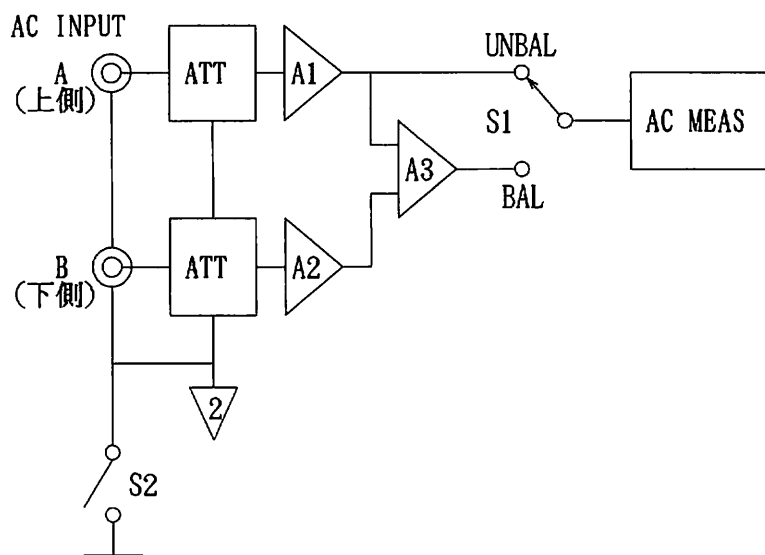

図10-1 入力部の選択
F3=UNBALを選択すると図10-1のS1がUNBAL側に接続され、AC IN端子⑫のA端子のみによる不平衡入力となります。F4=BALにするとS1はBAL側に接続され、AC IN端子⑫のA端子とB端子による平衡入力となります。選択されているAC IN端子⑫わきのLEDが点灯することによりUNBAL、BALの区別がつかます。各ITEMごとに独立して設定できません。
背面のAC INPUTスイッチ⑩を  $\nabla$  にすると図10-1のS2が開放し、AC IN端子⑫のコモンは、本器のシャーシ・アースからフローティングされます。
AC INPUTスイッチ⑩を  $\uparrow$  にすると図10-1のS2が短絡し、AC IN端子⑫のコモンは、本器のシャーシ・アースに接続されます。